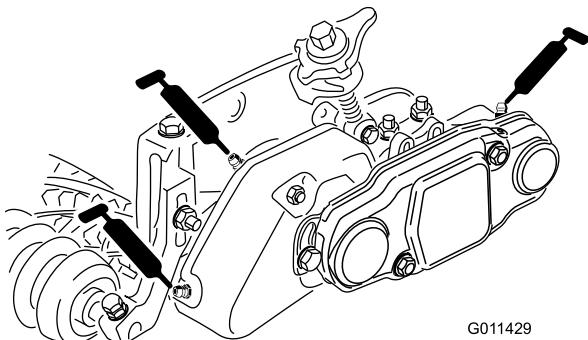

図 37
49. 各ベアリングハウジングにグリスを詰める図37。内側シールとシールガードの間から余分なグリスが出てくる。
50. 各ベアリングにグリスを注入する注入は23回を限度とすること図37。グリスが多くなると大きな問題が出るので、グリスを入れすぎないように十分注意する。はみ出したグリスはふき取る。